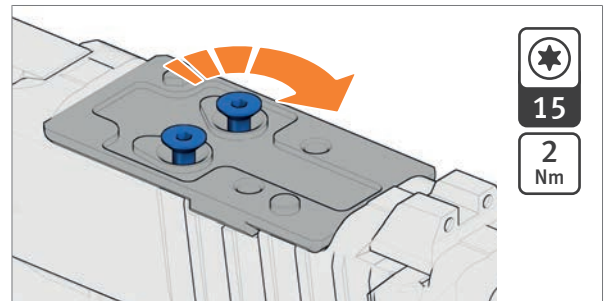

Abb. 42: Schrauben festziehen
6. Schrauben festziehen bis das Drehmoment erreicht ist (Abb. 42).